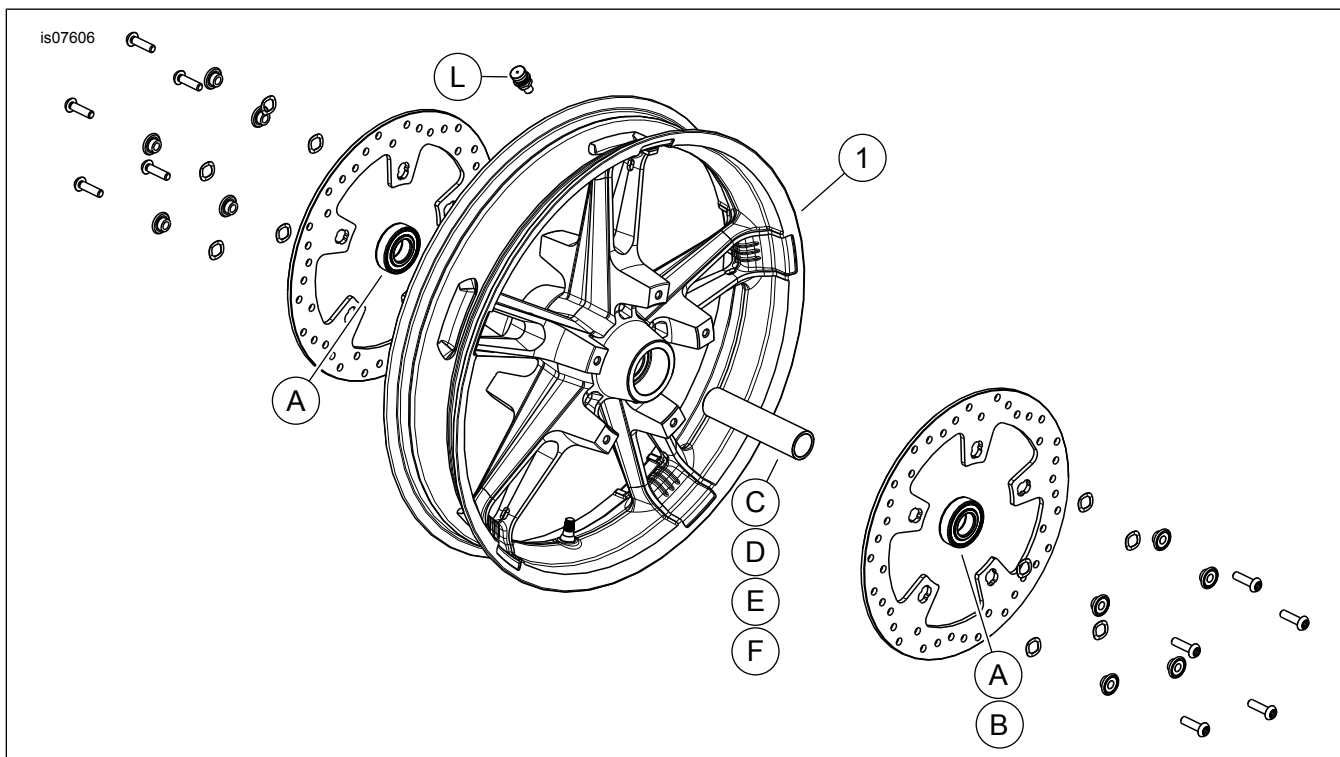

Figura 1. Parti di ricambio: RUOTE ANTERIORI ENFORCER, mostrato il kit 43300336
2. Vedere Figura 1. Installare il gruppo dello stelo della valvola (N) sulla ruota. Vedere PNEUMATICI nel manuale di manutenzione.